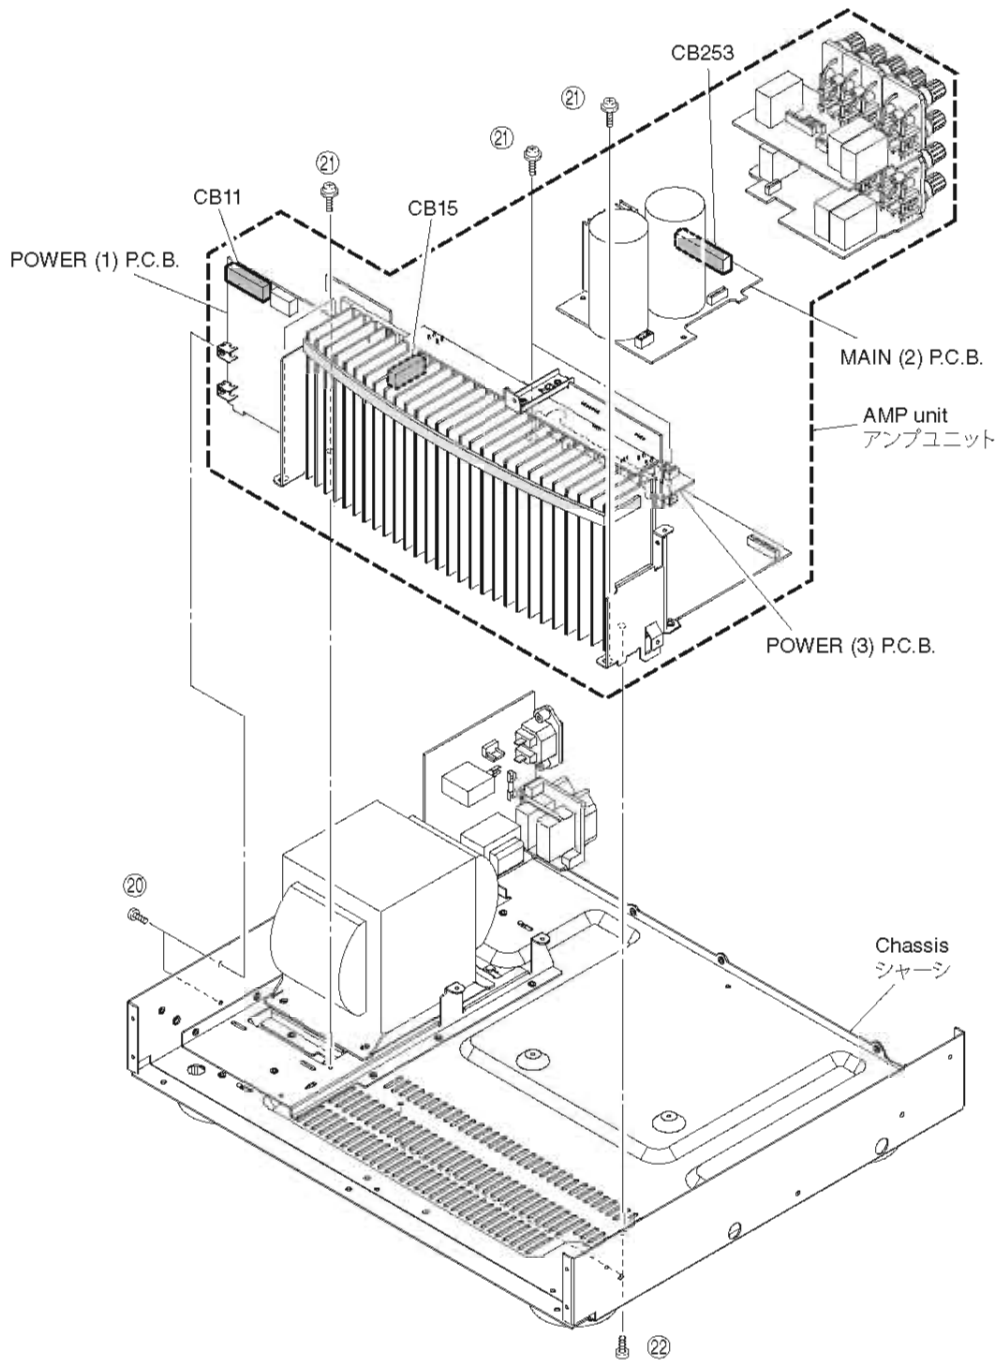

Fig. 10
- a. Remove 2 screws (20), 5 screws (21) and 2 screws (22). (Fig. 10)
- b. Remove CB11, CB15 and CB253. (Fig. 10)
- c. Remove the amp unit. (Fig. 10)
- a. ⑳のネジ2本、㉑のネジ5本、㉒のネジ2本を外します。(Fig.10)
- b. CB11、CB15、CB253を外します。(Fig.10)
- c. アンプユニットを取り外します。(Fig.10)